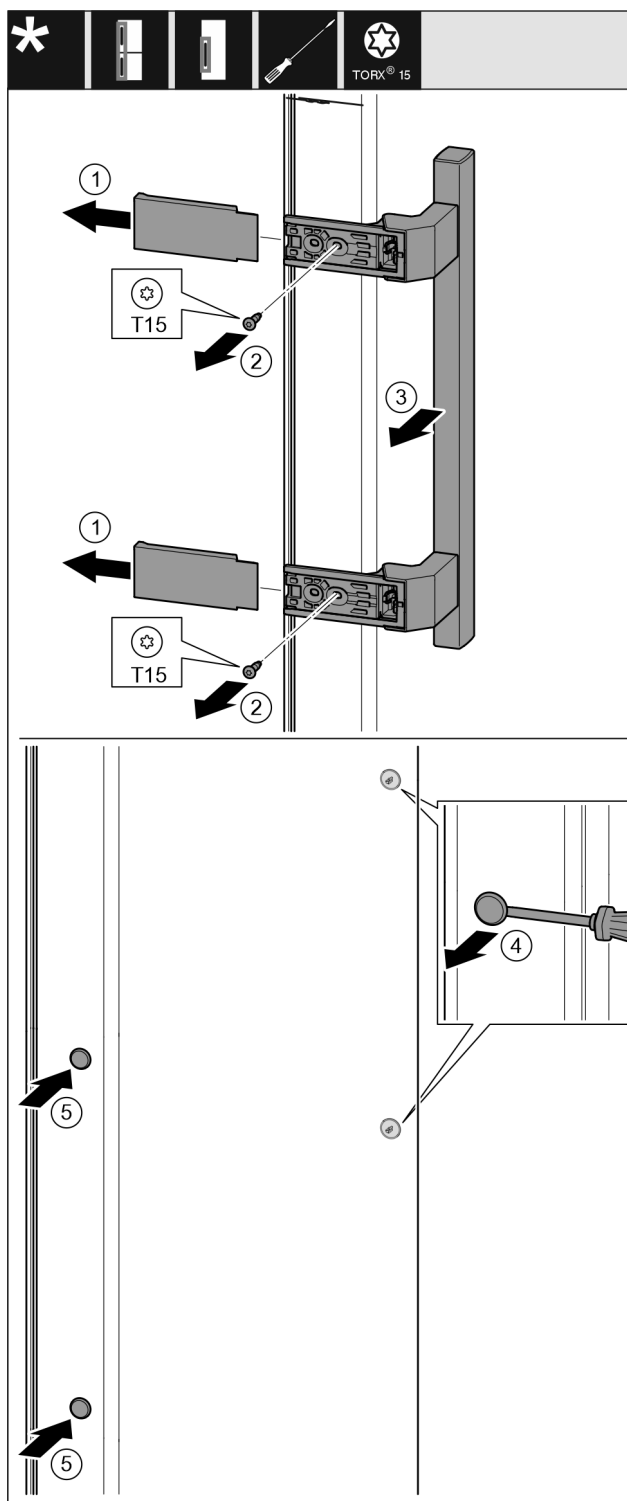

Fig. 10
- ▶ Trek de afdekking eraf. Fig. 10 (1)
- ▶ Draai de schroeven los met een Torx 15-schroevendraaier. Fig. 10 (2)
- ▶ Verwijder de handgreep. Fig. 10 (3)
- ▶ Til de zijplug voorzichtig op met een platte schroevendraaier en trek hem eruit. Fig. 10 (4)
- ▶ Plaats de stekker terug aan de andere kant. Fig. 10 (5)